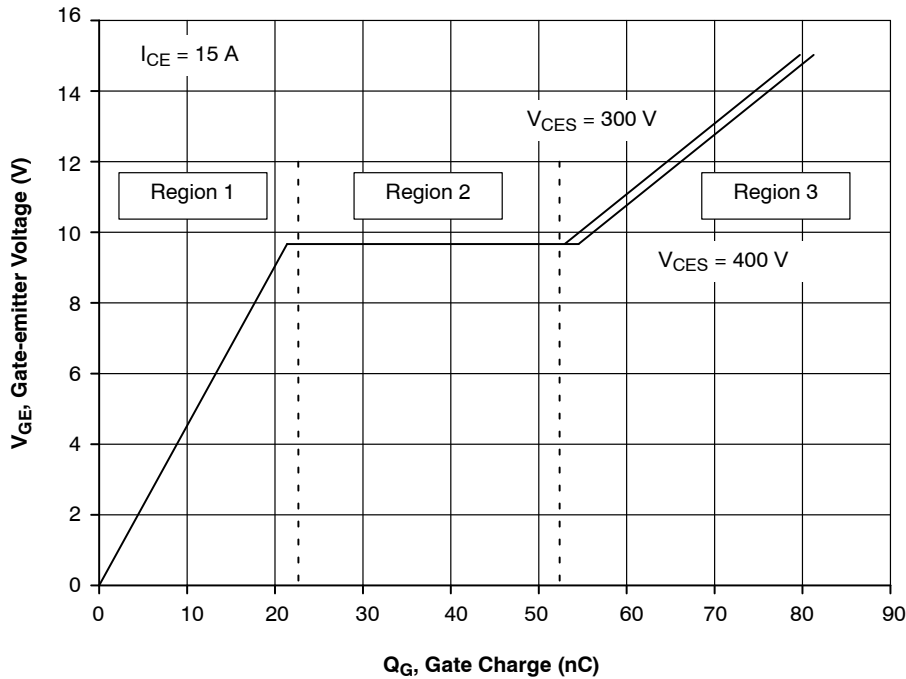

Figure 2. Gate Voltage vs. Gate Charge Characteristics (15 A, 600 V IGBT)
2. ゲート電荷に関する考慮事項・高電圧アプリケーションでフル・ターンオンを実現するには、MOSFETドライバとIGBTドライバの両方ともプラトー電圧を上回る電圧を供給する必要があります。プラトー電圧は、デバイスでのミラー効果と同等の効果を克服するのに必要な値です(MOSFETで電荷 Q_{GD} 、IGBTで電荷 Q_{GC} が一定電圧であると想定した場合)。プラトー電圧をFigure 2に示します。ここに示すとおり、代表的なMOSFET (5 V付近)よりも代表的なIGBTでプラトー電圧が高くなっています(10 V付近)。また、IGBTのプラトー電圧はコレクタ電流の関数としてより大きな変動を示します。その結果、IGBTの V_{GE} 値を、代表的なFETの V_{GS} 値より高い値に設定することに意味があります。ただし、どちらの状況でも、ゲート電圧が上昇してプラトー電圧を上回ると、スイッチング・サイクルごとに充